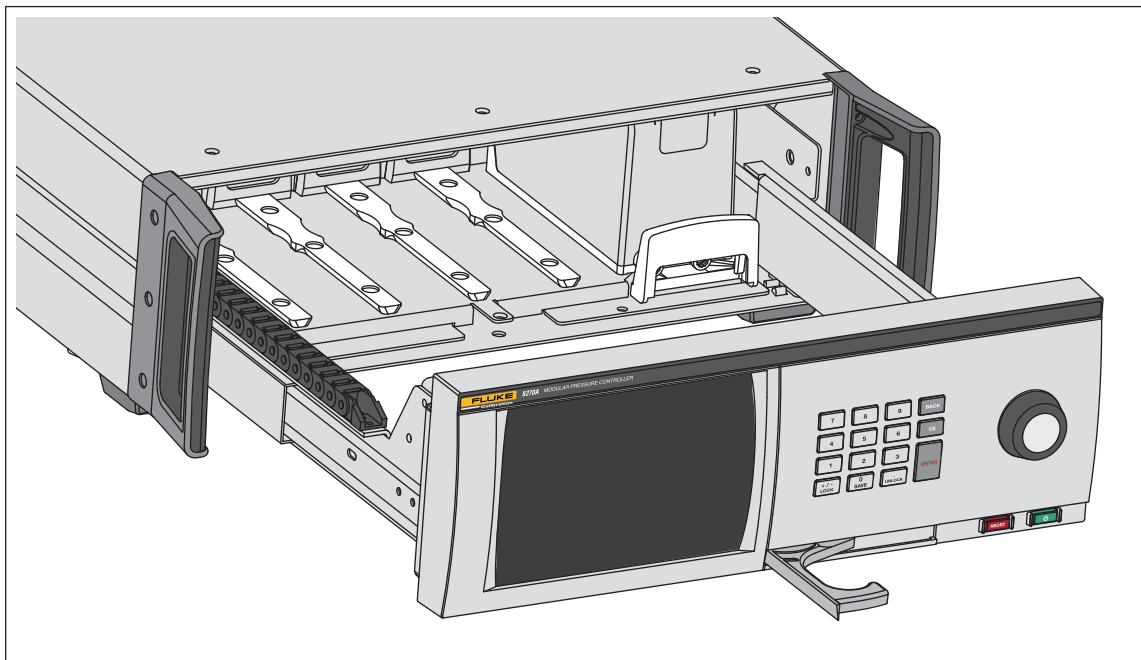

Figura 3. Installazione del PCM
4. L'ubicazione del PCM all'interno dell'alloggiamento moduli è all'estremità destra. Allineare il binario sulla parte inferiore del PCM con la fessura per il PCM all'interno dell'alloggiamento moduli. Vedere la Figura 3.